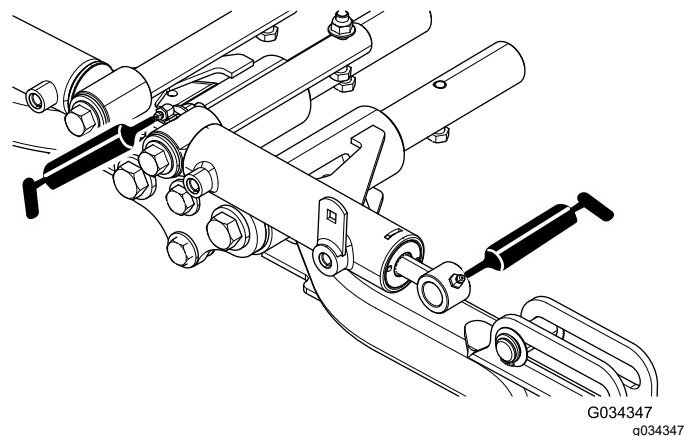

Рисунок 49
- Цилиндры поворота и подъема передних подъемных рычагов (3 шт.) (Рисунок 49)